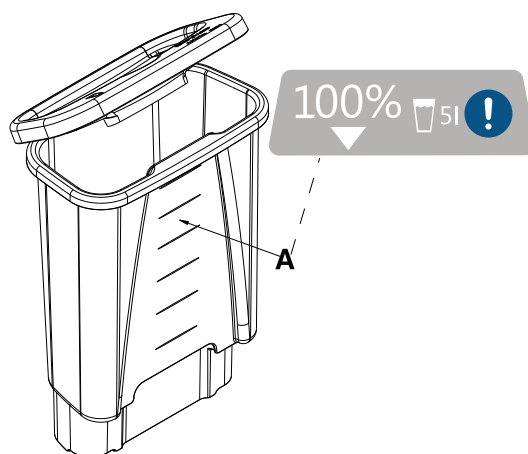

図15-16: 貯水タンクの充填ライン
2. 貯水タンクに5リットルの無菌蒸留水を充填してください。水のオーバーフローを回避するため、最上部の充填ラインを超えて充填しないでください(15-28ページの図15-16)。